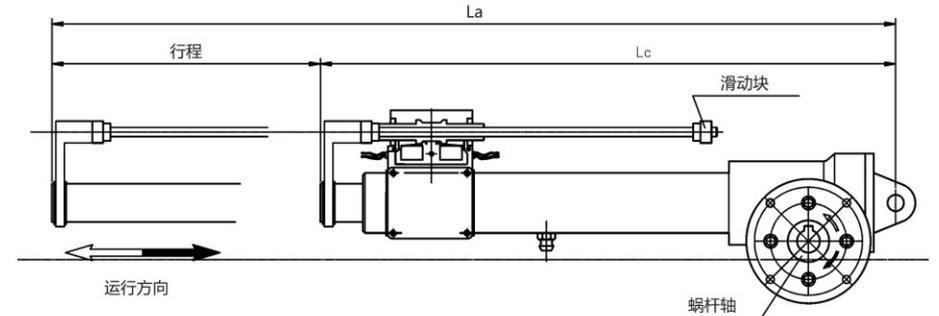

图1.9 带有机械限位开关的推杆
接触开关FCE（图1.9）由2个开关组成，置于固定在推杆缸体外侧的密封铝盒里，由可调整的环块碰撞而改变状态。
- c) 如果需要，调节限位开关对应滑块的轴向位置(图1.9)，以使推杆达到极限位置。